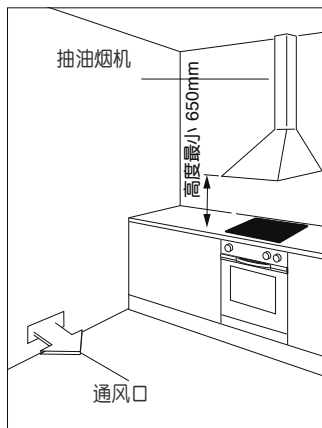
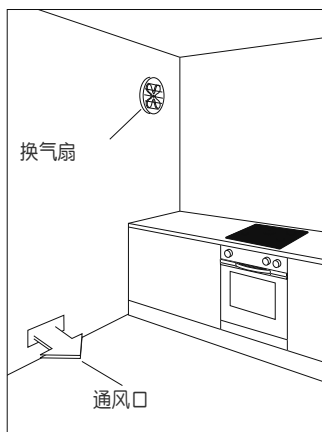

图2a 用抽油烟机换气
图2b 用换气扇换气
- 通风口必须接近地面，最好位于燃气灶灶头对面（如图2a和图2b所示）。必须这样设计通风口，通风口才不会在厨房内外被堵住。
- 为了排出油烟和燃烧产生的废气，必须安装抽油烟机，排气管直接通到室外（图2a）。
- 如果不便安装抽油烟机，必须在外墙或窗子上安装换气扇；换气扇每小时的换气量应该达到厨房总体积的3-5倍（图2b）。只有在厨房有合适的通风口时，如前述“实现良好通风”部分所述，才能安装换气扇。